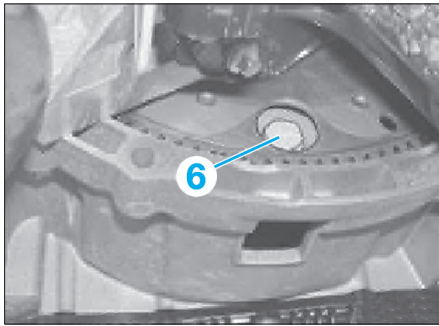

Fig. 7
- Faire tourner le moteur dans son sens normal de rotation en agissant sur la poulie de vilebrequin jusqu'à ce que la première vis (6) soit visible dans l'évidement (Fig.7).
- Déposer la vis (6) du convertisseur de couple à l'aide de l'outil [1].
- Faire tourner le convertisseur de couple jusqu'à ce que le trou du convertisseur de couple soit aligné avec le trou du volant moteur (Fig.7).